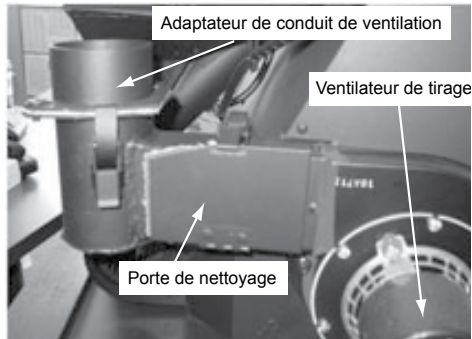

Figure 38.1
1. Utilisez un aspirateur industriel pour aspirer les cendres volantes et la suie des tubes d'échange de chaleur et de la zone de la boîte à feu. **Figure 38.1**
1. Il existe 2 sorties des gaz à gauche et à droite à l'arrière de la boîte à feu. **Figure 38.1.**